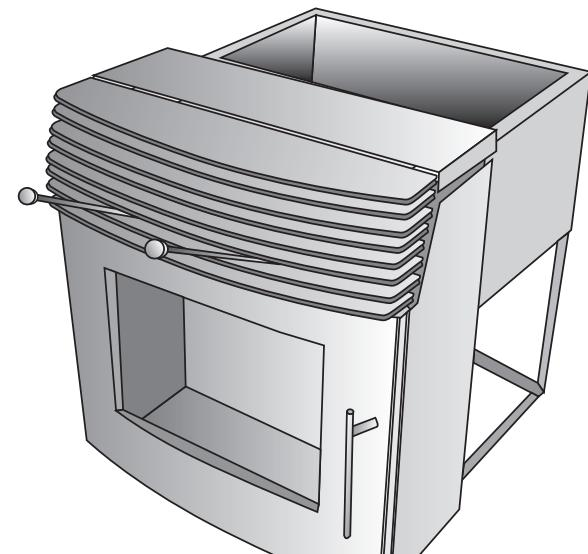

Fig. 13: rascadores accionados
- Empujar los raspadores en dirección de la chimenea insertable con la puerta cerrada (Fig. 13).
- Tire los raspadores hacia usted con la puerta cerrada (Fig. 13).